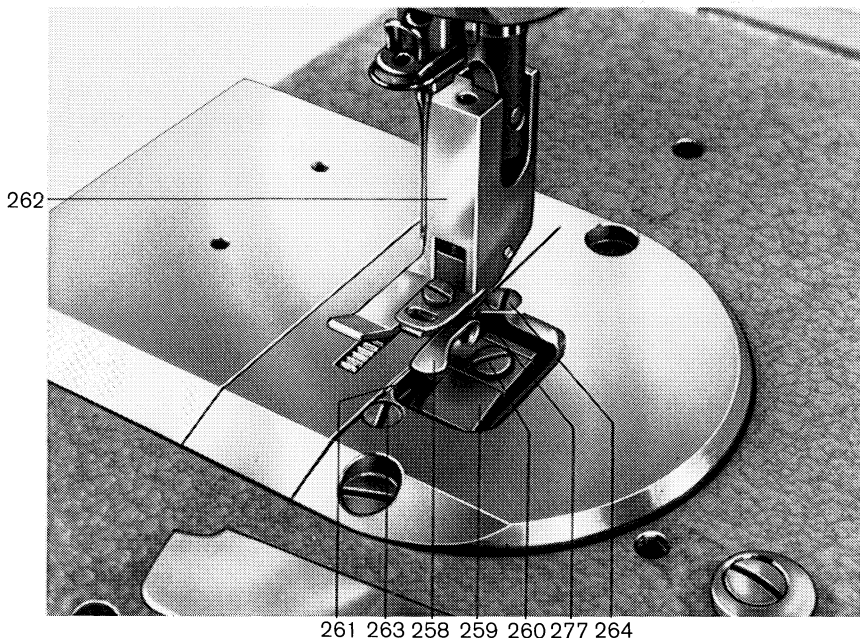
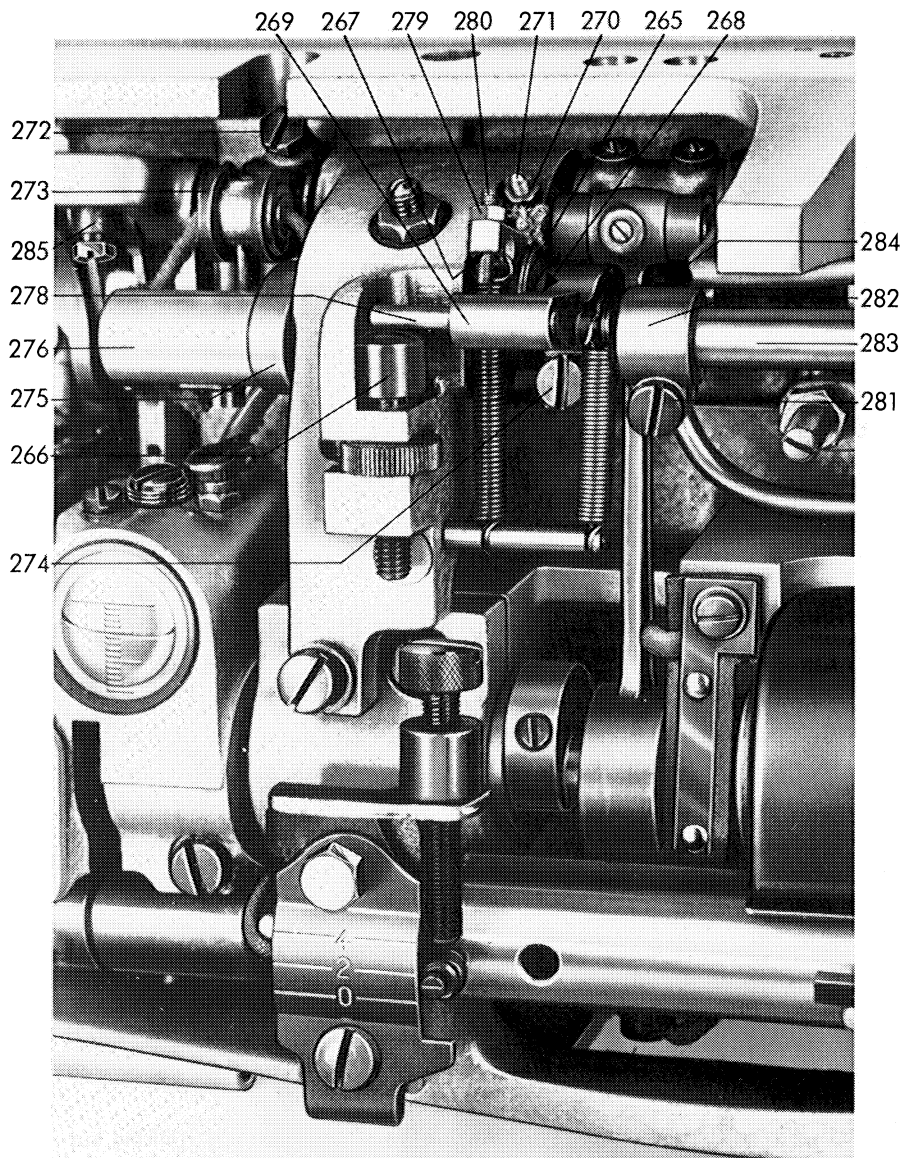

Abb. 40
Abb. 41
Das unter Federdruck stehende Obermesser 258 (Abb. 40) kann, nachdem der Messerträger 259 etwas nach rechts gedrückt und in dieser Stel-
Das Untermesser 261 (Abb. 40) läßt sich nach Abnehmen des Drückerfußes 262 und Herausschrauben der Schrauben 263 und 264 aus der Stichplatte entfernen. Bei Wiedereinsetzen des Untermessers ist zu beachten, daß die mit Hartmetall bestückte Seite nach rechts, also zum Obermesser hin, weist.
Um die Tiefstellung der Hubbewegung, welche auch gleichzeitig die untere Arbeitsstellung des Obermessers ist, genau festlegen zu können, ist zunächst die Schaltbuchse 265 (Abb. 41) in ihre Nullstellung zu bringen. Das bedeutet, daß in dieser Stellung die Exzentrizität der Schaltbuchse nicht wirksam ist.
Nach Lösen der Klemmschraube 272 (Abb. 41) des Hubhebels 273 und der Klemmschraube 274 des Schalthebels 269 verdreht man den Hubhebel 273 so auf der Hubwelle, daß beim Hin- und Herbewegen der Schwingenachse 275 bzw. Schwinge 276 das Obermesser keine Bewegung ausführt. Danach ist die Kontermutter 270 zu lösen und der Gewindestift 271 so zu verdrehen, daß
Danach ist die Schwingenachse 275 (Abb. 41) so zu verdrehen, daß die hintere Oberkante 277 (Abb. 40) des Messerträgers 259 mit der Stichplattenoberfläche auf gleicher Höhe liegt.
In dieser Stellung soll der Stift 278 (Abb. 41) des Schalthebels 269 auf der in tiefster Stellung befindlichen Anschlagschraube 266 liegen. Die Klemmschraube 274 des Schalthebels ist nach vorgenommener Einstellung wieder fest anzuziehen.
Das Obermesser 258 (Abb. 40) soll in ausgeschalteter Stellung sich mit seiner linken Oberkante etwa 0,5 mm über der Oberkante des Untermessers 261 befinden.
2. Kontermutter 279 (Abb. 41) lösen;
An Stelle des Hubhebels 285 (Abb. 41) befindet sich ein Stellring auf der Hubwelle. Dieser Stellring soll verhindern, daß bei abgenommener
Stichplatte der Messerträger 259 (Abb. 40) durch den Federdruck zu weit nach links gedrückt wird. Der Stellring ist so einzustellen, daß bei aneinanderliegenden Messern zwischen der rechten Anlagefläche des Stellrings und dem Messerhebel ein Abstand von ca. 1 mm besteht.